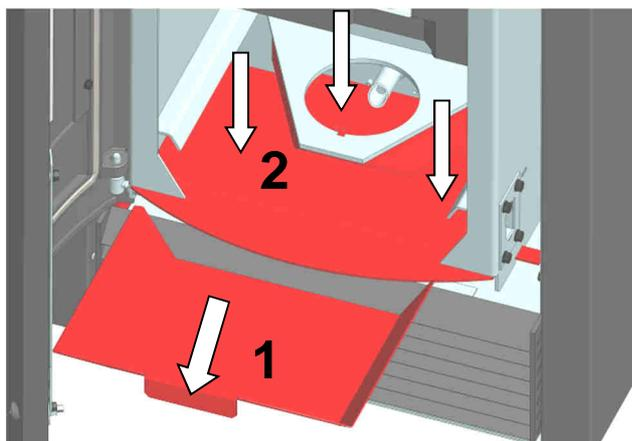

Fig. 68 : nettoyage du support du pot
8. Retirer le tiroir à cendres (Fig. 68 pos.1). Aspirer ensuite minutieusement le foyer, le support de pot et la tôle de fond (Fig. 68 pos.2).